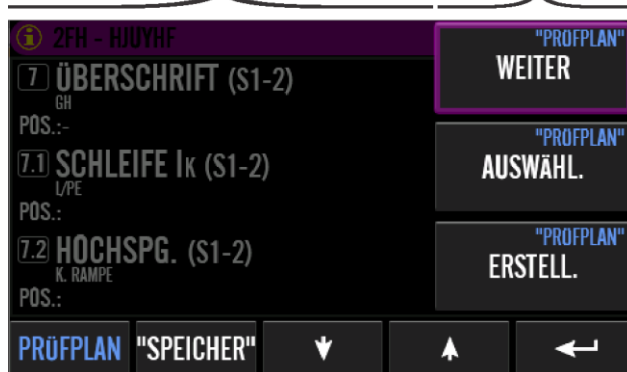

Abbildung 142. AUTO-Startbildschirm, d.h. zuletzt verwendeter "PRÜFPLAN" oder "SPEICHER" mit drei Optionen, Beispiel
- Drücken Sie bei Bedarf die Menütaste "∞" im oben gezeigten Fall, um zum AUTO-Startbildschirm zurückzukehren, siehe Abbildung 142 auf Seite 157 oben.